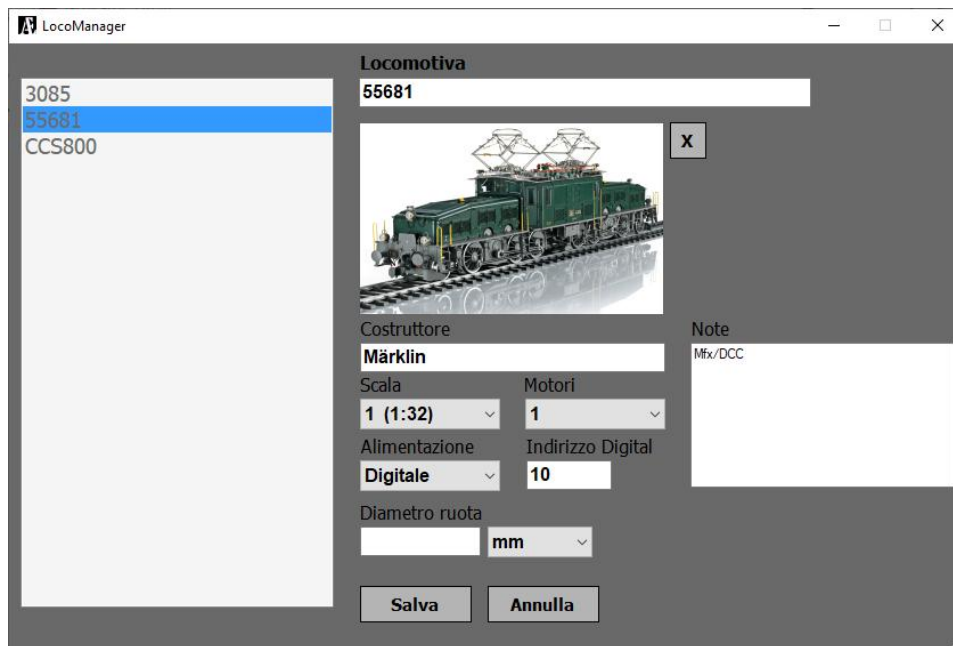

Figura 12. Inserimento/modifica locomotiva
1. Cliccare su *Nuova*. Le caselle della parte destra della finestra diventeranno attive ed appariranno anche i pulsanti *Salva* e *Annulla*, come in Figura 12.
3. Le caselle contenenti le caratteristiche della locomotiva diventano attive e compaiono i pulsanti *Salva* e *Annulla* come nel caso di inserimento di una nuova locomotiva (Figura 12). Nel caso in cui alla locomotiva fosse associata una foto compare il pulsante X che consente di eliminare tale foto.